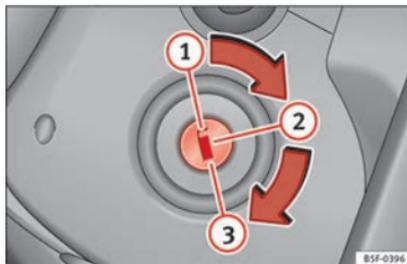

Fig. 197 Positions de la clé du véhicule.
Clés du véhicule »» fig. 197
Clés du véhicule » fig. 197
3.	<p>Uniquement sur les véhicules équipés d'un moteur diesel : pour effectuer le préchauffage, tourez la clé dans le contact-démarrreur sur la position</p> <p>» fig. 197 ②. Le témoin s'allume sur le tableau de bord ☉.</p>